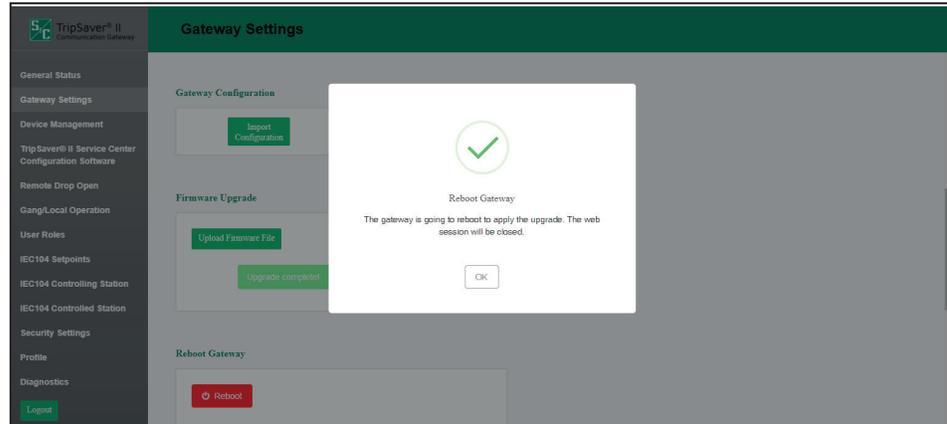

Figura 36. Un cuadro de diálogo que muestra que la actualización del firmware está completa.
PASO 8. Cuando el gateway de comunicación ha terminado de procesar la actualización, desplegará una notificación. Vea la Figura 36. Cuando el usuario da clic en el botón **OK** en esta notificación, el navegador desplegará una pantalla indicando que el gateway de comunicación no está disponible mientras se reinicia. Al gateway de comunicación le tomará aproximadamente 5 minutos reiniciarse. La interfaz del usuario cargará automáticamente la página de acceso de Login (Ingresar) después que el reinicio esté completo. Ingrese y confirme el nuevo firmware ha sido instalado exitosamente yendo a la pantalla *General Status (Estado General)*.